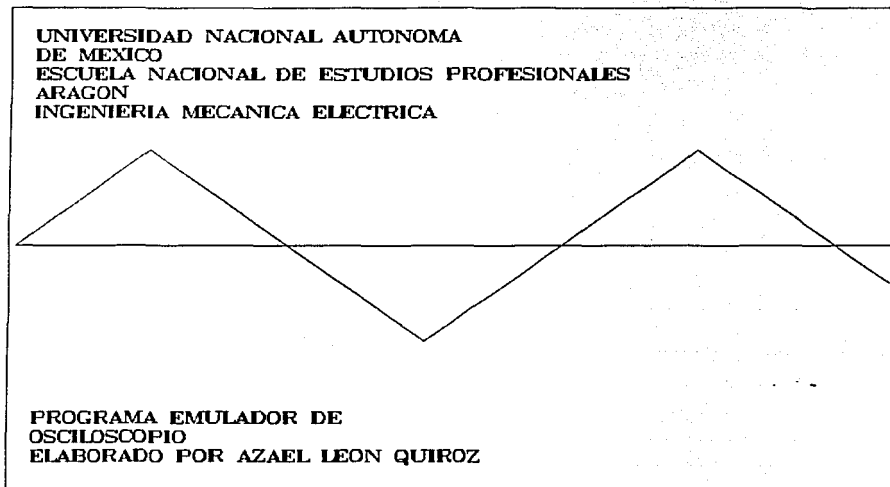

Figura 4.3. Pantalla de bienvenida del programa POSC. EXE
**Bienvenida :** Pantalla que se muestra al iniciar el programa POSC.EXE. Consta de una rutina que despliega los créditos del programa. Ver figura 4.3